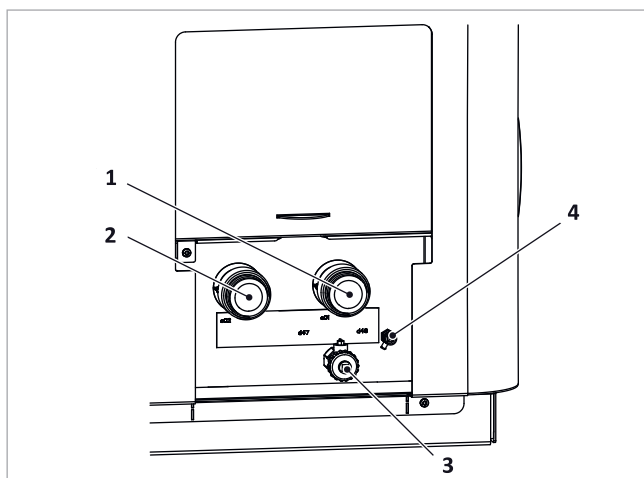

Fig. 18: SolvisLea: conexión hidráulica
2. Liberar de gases el sistema de tuberías en la bomba de calor accionando la purga, véase la → Fig. 18 (4).